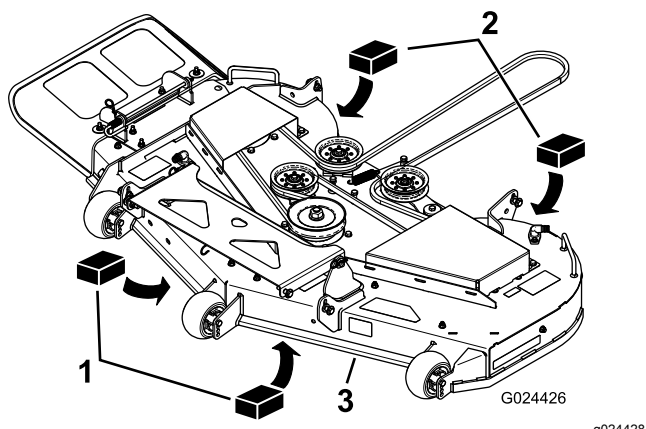

Figura 72
3. Coloque dos bloques de 6,66 cm debajo de cada lado del borde delantero de la carcasa, pero no debajo de los soportes de los rodillos protectores del césped (Figura 72).
4. Coloque dos bloques de 7,3 cm de grosor debajo del borde trasero del faldón de la carcasa de corte, uno en cada lado de la carcasa de corte (Figura 72).